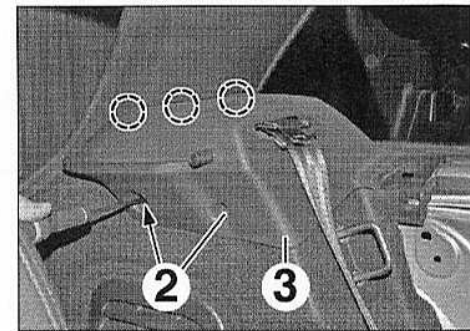

FIG.34
- Déposer les vis (2) (Fig.34).
- Dégrafer et mettre de côté le support de tablette arrière (3).